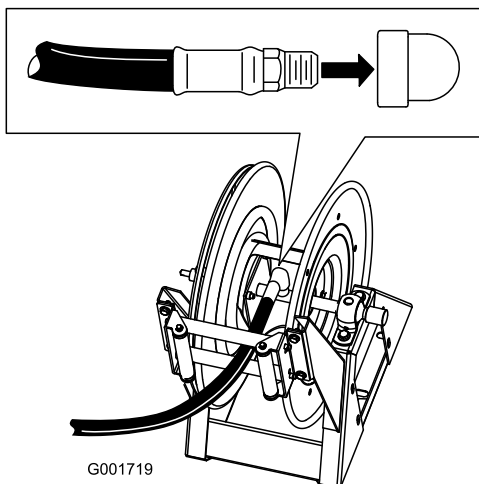

Figura 13
1. Aplique fita de Teflon® em torno das estrias do encaixe na tubagem longa, e instale o encaixe no tubo de ligação da bobina (Figura 13).